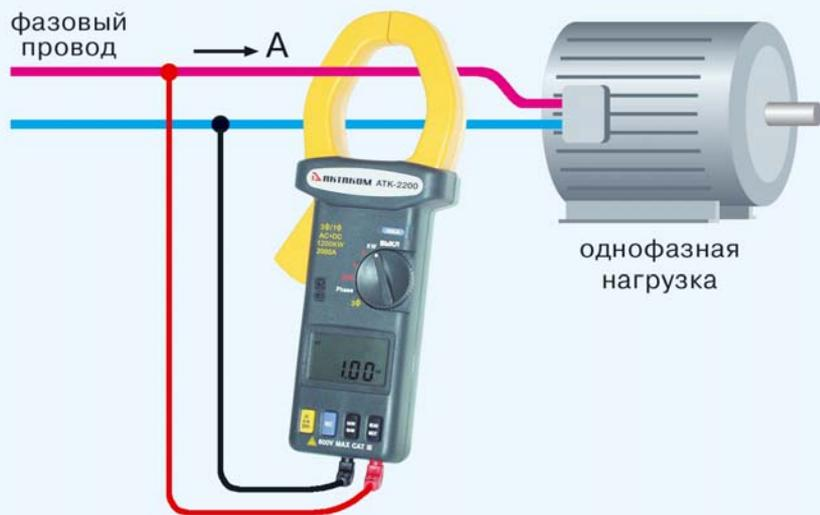

Рис. 2. Измерение мощности и $\cos \phi$ переменного и постоянного тока для одной фазы на двух проводах
Так, для измерения мощности и $\cos \phi$ переменного и постоянного тока для одной фазы на двух проводах (рис. 2) достаточно после установки поворотного переключателя в положение «W» замкнуть клещи вокруг фазового провода нагрузки, гнездо «COM» подключить к общему проводу, а гнездо «V» — к фазной линии. При этом на дисплее отображаются значения мощности (kW) и $\cos \phi$ (PF). При выполнении измерений следует иметь в виду, что нанесенный на клещи знак «+» должен быть направлен к источнику мощности.